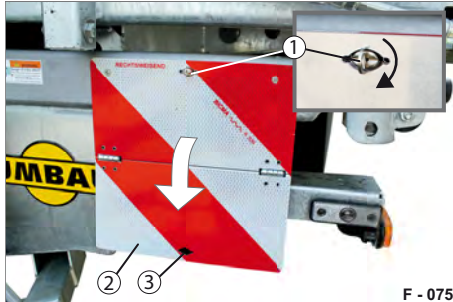

Abb. 98 Park-Warntafel, Alu-Blech
- ▶ Drehen Sie den Drehverschluss (Abb. 98/1) in waagerechte Stellung.
- ▶ Klappen Sie die untere Teilhälfte (Abb. 98/2) der Warntafel herunter.